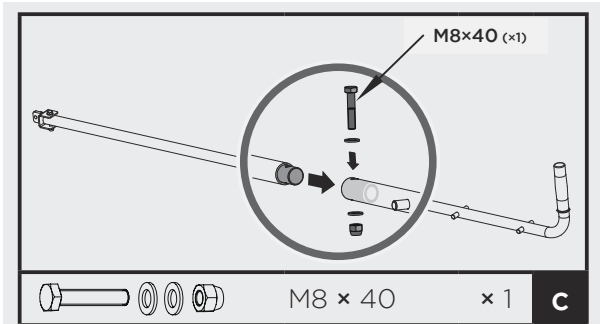

Figuur 7
1. Monteer de montagebeugel aan het blad met M8x30 zeskantbouten, sluitringen en moeren (Figuur 7).